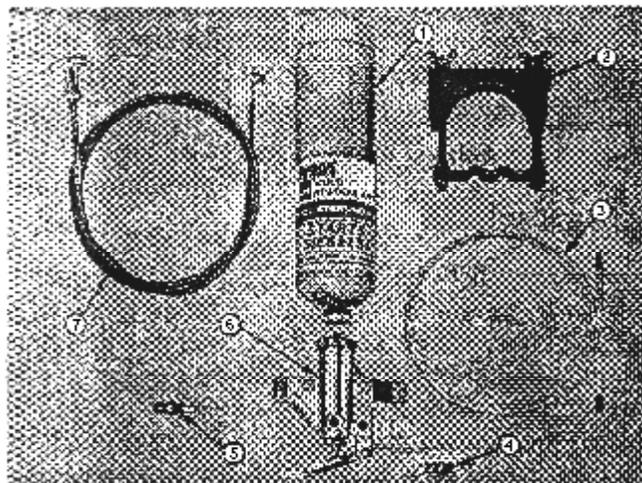

Рис. 1-11(OM 100 TL) Клапан, управляемый вручную.
Клапан, управляемый вручную, представленный на рис. 1-11, состоит из корпуса клапана в сборе (6), хомута (2) и нейлоновой трубки (3). Топливный цилиндр (1), распылитель (5) и провода управления (7) поставляются по отдельному заказу.